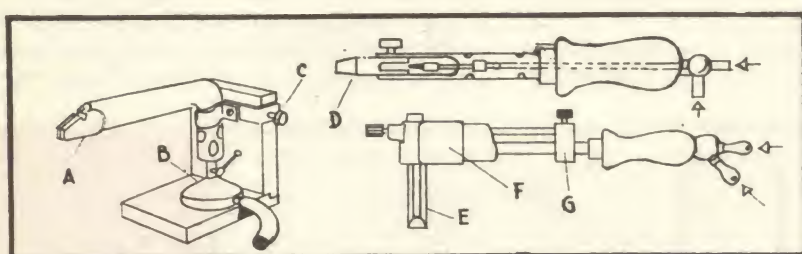

Fig. 10
I modelli in ferro che fanno uso di una miscela aria-acetilene (D-E, fig. 10) hanno un rendimento elevato, ma obbligano ad avere a portata di mano una bombola ad acetilene sotto pressione di circa 100 gr. La temperatura di fiamma è tra le più elevate e permette di riuscire nelle saldature più coriacee ed anche in alcune brasature. La realizzazione di questi ferri non è alla portata di tutti i dilettanti a causa dell'estrema precisione da rispettare nei montaggi. La miscela dei due gas si fa generalmente prima dell'entrata nel manico del ferro. Alcuni modelli presentano del-
Per le saldature dei collegamenti elettrici realizzate al banco, potete costruirvi questo piccolo saldatoio (A, fig. 10) per mezzo di uno spezzone di tubo in rame. Esso verrà piegato e ad una delle sue estremità sarà data la forma di una penna mentre nell'altra saranno effettuate alcune aperture di ventilazione. Fissato con un collare metallico su di un supporto qualsiasi (C), il tubo di rame è riscaldato internamente da un becco a gas la cui fiamma è situata al livello della apertura di ventilazione. Per saldare economicamente dei piccoli pezzi di bassa sezione, come i conduttori elettrici in rame, praticate con la lima triangolare un intaglio orizzontale sul lato superiore della penna. Questo intaglio vi darà modo di conservare in permanenza una piccola quantità di saldatura in fusione (A).
le penne amovibili; sono tutti ad alto rendimento e di grande potenza. Date le alte temperature di riscaldamento, le penne debbono essere di rispettabili dimensioni, cosa che appesantisce il ferro e rende pertanto disagiati alcune applicazioni. A titolo di paragone riferiamo che un ferro alimentato da gas di città o aria libera (senza pressione) produce una fiamma la cui temperatura è compresa tra i 1600° e 1800°, mentre un ferro che utilizza la miscela aria-acetilene (fig. 10) può raggiungere una temperatura di fiamma di 2250°.